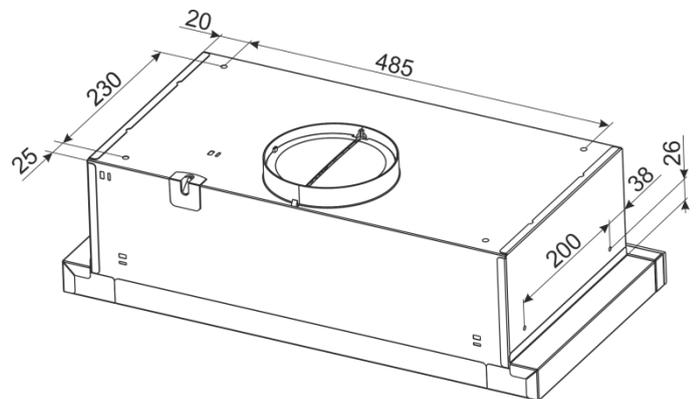

Рис.4
6.5 Кріпити витяжку до шкафчика рекомендовано використовувати 4 саморізи 4,8x13 DIN968 з середини витяжки (саморізи в комплекті постачання не входять) (рис.4 / 4.1).